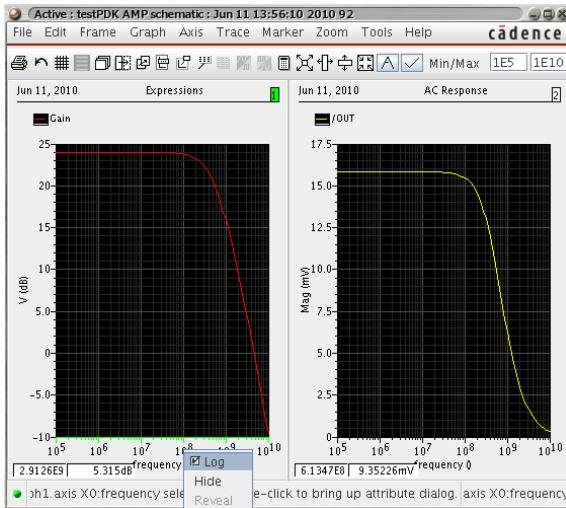

図 83: AC シミュレーション結果波形
14. 設定が正しく完了したら、Analog Design Environment ウィンドウ右下にある緑色の再生ボタンをクリックしてシミュレーションを実行する。自動的にネットリスト出力が行われ、hspice が実行される。終了後、設定した OUT 出力の AC 解析結果と、Gain の周波数依存性の波形が表示される。波形の X 軸の数字のあたりで右クリックし、軸の表示を Log 表示に変更して結果を確認すると、図 83 のように表示される。また、Analog Design Environment ウィンドウの Outputs 欄で、設定した DC Gain と Band Width の値が計算されることを確認すること。Gain の周波数依存性のグラフと比較して正しい値が算出されていることも確認すること。